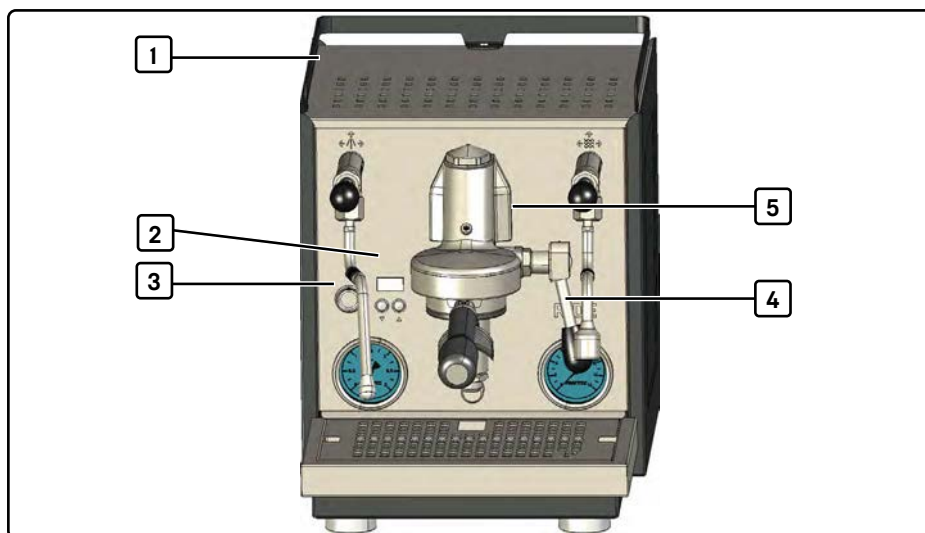

Fig. 5 Illustration avec le porte-filtre installé
1. Retirez le réservoir d'eau (1, Fig. 5) et nettoyez-le soigneusement (voir chapitre 11.5, « Nettoyage du réservoir d'eau »).
4. Appuyez sur le bouton marche/arrêt (2, Fig. 5).
1. Placez le récipient sous le groupe de percolation (5, Fig. 5). L'ouverture du récipient doit être au moins aussi grande que celle du groupe de percolation.
2. Amenez le levier de percolation (6, Fig. 5) en position de production (voir chapitre 5.2.3, « Leviers de commande »)